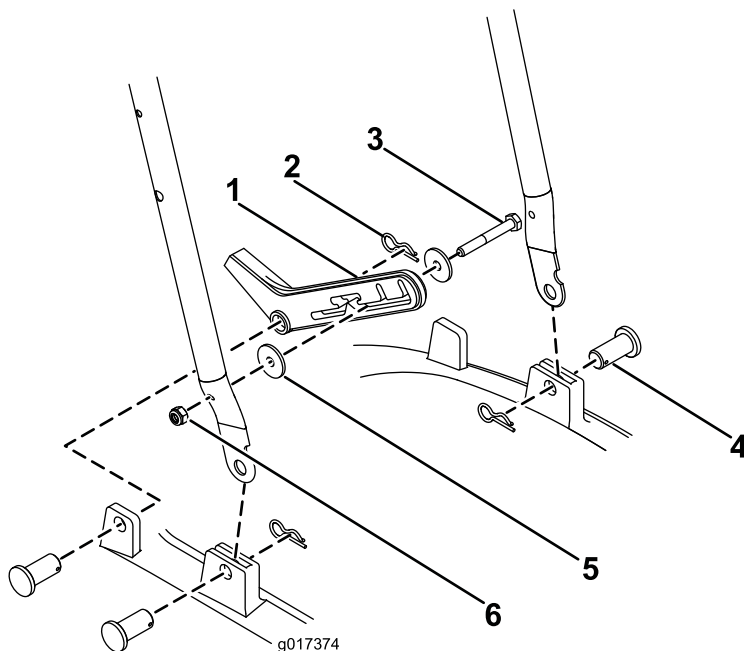

Figura 3
1. Faça deslizar a pega inferior para a estrutura (Figura 3).
2. Fixe cada lado com um pino de fixação e um perno de gancho (Figura 3).
3. Fixe a parada de pé ao lado direito da pega inferior utilizando uma porca M6 e um parafuso M6 e 2 anilhas (Figura 3).
4. Una a parada de pé à estrutura com um pino de fixação e um perno de gancho (Figura 3).